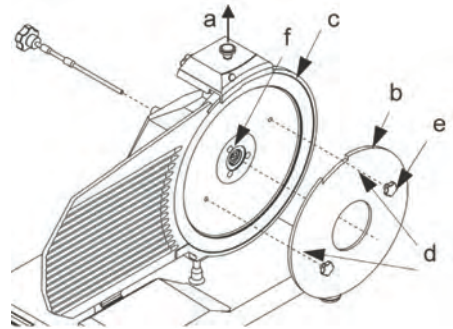

Abb. 5 - Anlegen der Vorrichtung aus Plexiglas (b) zum Abnehmen des Messers
Um das Messer von der anderen Seite zu waschen, muss man es abnehmen (Siehe Abb. 5).
- Abdeckung des Messers abnehmen (Siehe Abb. 5);